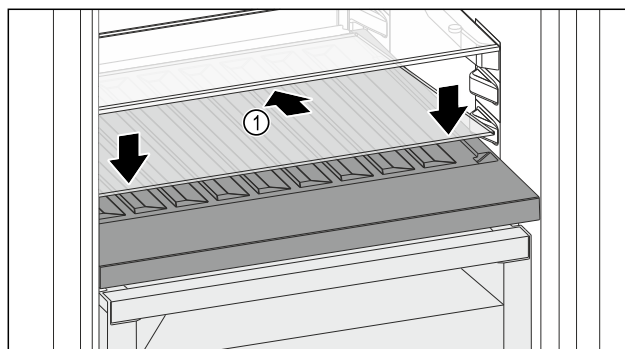

Fig. 163
- ▶ Indsæt glaspladen Fig. 163 (1) skråt nedad og bagtil.
- ▶ Sænk glaspladen Fig. 163 (1) foran.